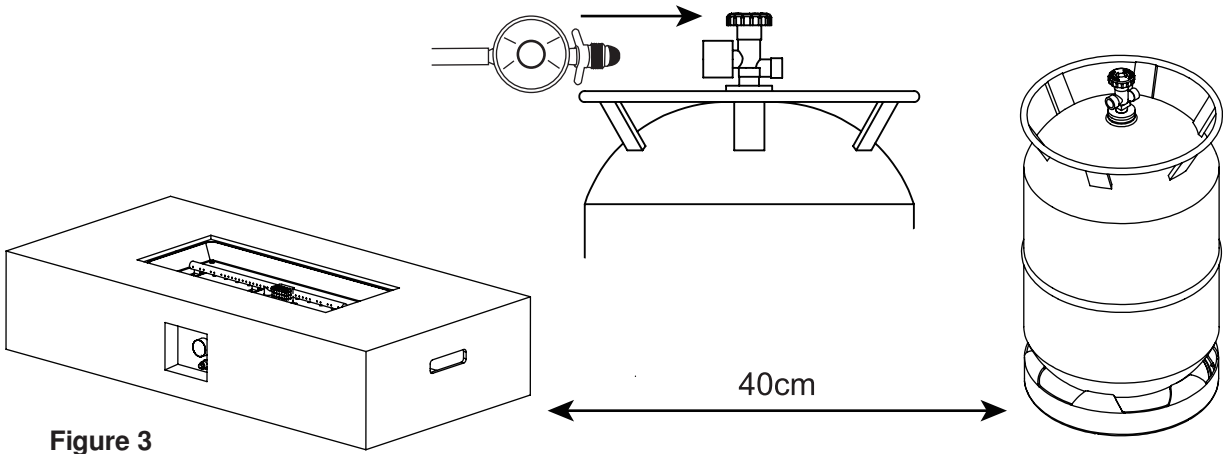

Figure 3
4. Regülatörü tüp vanasına bağlayın ve sıkıca sabitleyin (bkz. Figure 3).